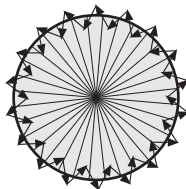

FIG.18
4. Caminhe, vindo do exterior atravessando o padrão de deteção até que o LED vermelho ou o LED verde se acenda durante aproximadamente 2 segundos, apagando-se depois, o próximo acionador deve ter um intervalo de 2 segundos (Ver FIG. 18).
5. Ande a partir de fora atravessando o padrão de deteção até que a carga se acenda durante aproximadamente 2 segundos, apagando-se depois, o próximo acionador deve ser a um intervalo de 2 segundos (ver FIG. 18).